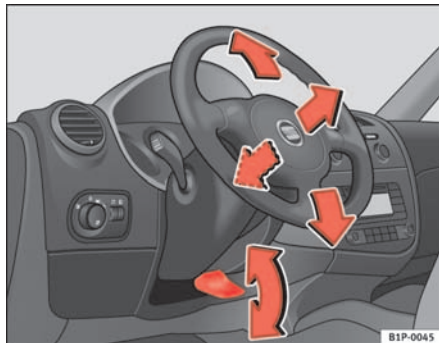

Abb. 110 Lenkradposition einstellen
- Schwenken Sie den Hebel ⇒ Abb. 110 unter der Lenksäule nach unten ⇒ ⚠.